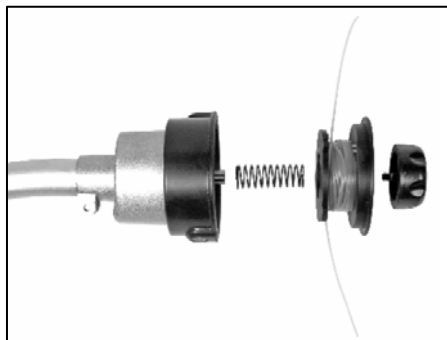

Рис. 4
- ✓ Извлеките катушку и пружину из корпуса косильной головки. Не потеряйте пружину. (рис. 4)